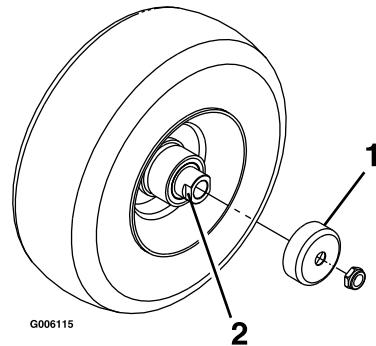

Figura 36
4. Remova os resguardos do vedante do cubo da roda (Figura 36).